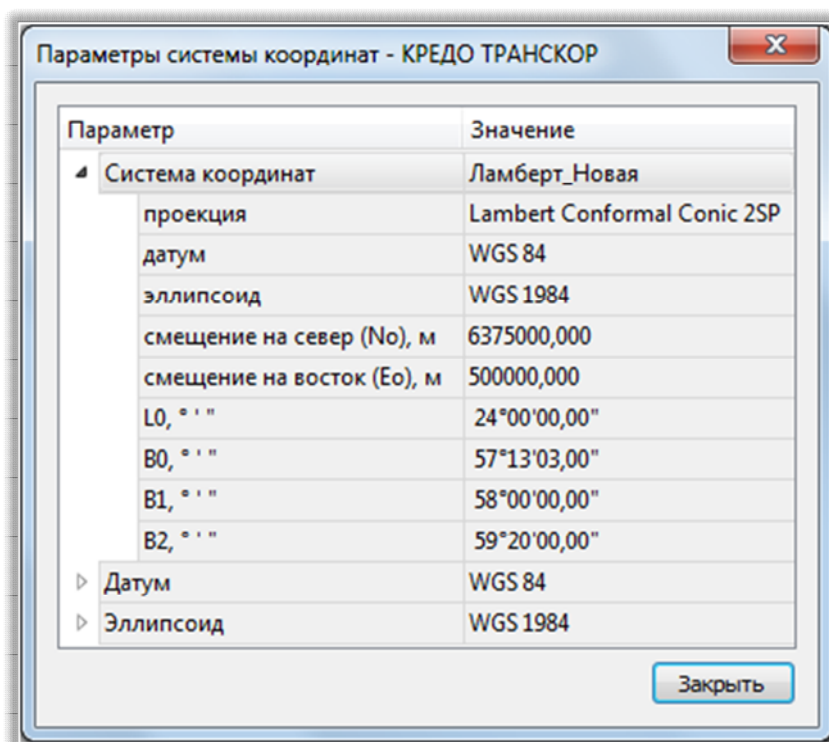

Рисунок 5.42
6. Создайте в **Геодезической библиотеке** прямоугольную систему координат «*Ламберт_Новая*» (рисунок 5.42) и импортируйте её в правую панель.